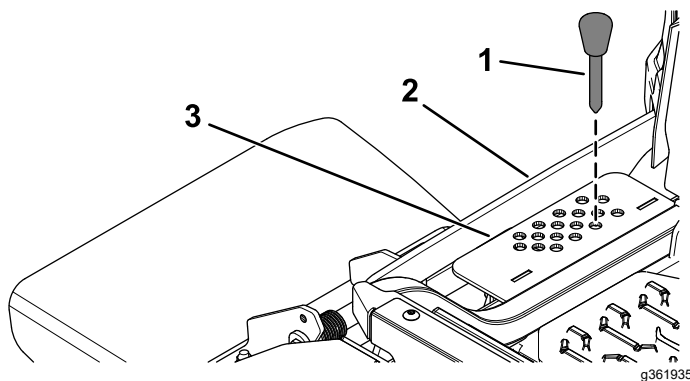

Figura 32
2. Selectai un orificiu din consola pentru înălțimea de tăiere care corespunde înălțimii de tăiere dorite și introduceți tiftul (Figura 32).
3. Apăsai în jos comutatorul pentru ridicarea punii până când conexiunea înălțimii de tăiere intră în contact ușor cu tiftul înălțimii de tăiere (Figura 32).